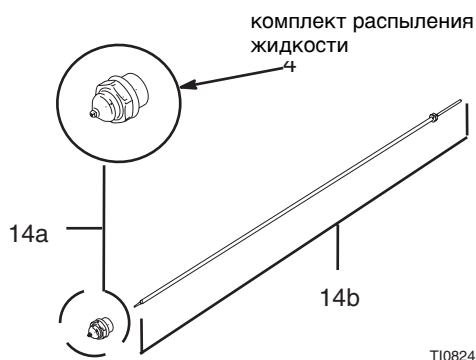

Рис. 9
В комплект для распыления жидкости входит распылитель (14a), уплотнительное кольцо (4) и узел иглы (14b). Рис. 9.